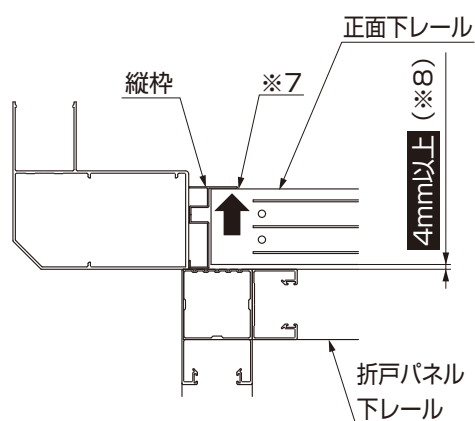

図3-17
- 正面下レールは縦枠のフィンに当てるようにして取付け位置を確認してください。(※7) その際に、折戸パネルの下レールと網戸の正面下レールの間に**4mm以上**のすき間を確認してください。(※8) (図3-17)